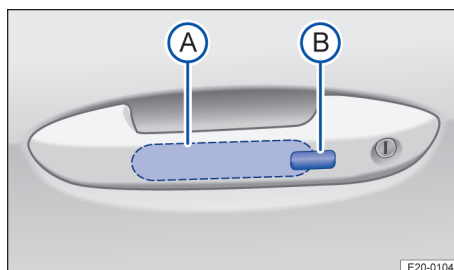

Fig. 55 În mânerul portierelor din față: suprafețele senzorilor.
1. Atingeți suprafața cu senzor → fig. 55 **A** de pe partea interioară a mânerului portierei. Toate lămpile de semnalizare clipeșc de două ori.
2. Atingeți suprafața cu senzor → fig. 55 **B** de pe partea exterioară a mânerului portierei. Toate lămpile de semnalizare clipeșc o dată.
2. Atingeți o dată senzorul din partea exterioară a mânerului portierei în decurs de cinci secunde → fig. 55 **B**. Nu apucați mânerul cu mâna. Keyless Entry este dezactivat temporar.